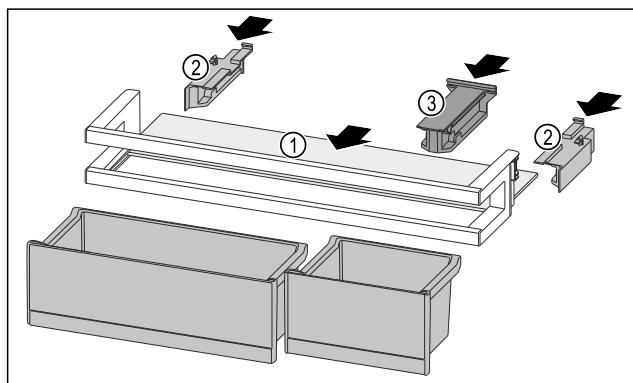

Fig. 95
- ▶ Zasuňte odkladaciu plochu Fig. 95 (1) do bočných vybraní.
- ▶ Vložte bočnice Fig. 95 (2).
- ▶ Vložte prídržný diel Fig. 95 (3).